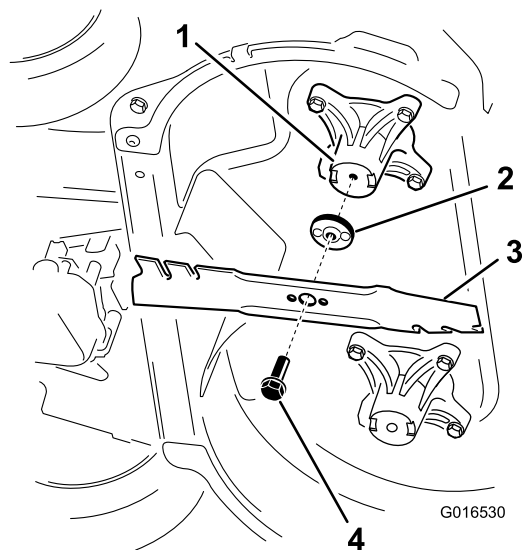

Figura 44
2. Retire cada lâmina como se mostra na Figura 44.
1. Instale a primeira lâmina de forma a que esteja na horizontal, juntamente com todos os dispositivos de montagem como se mostra na Figura 44.